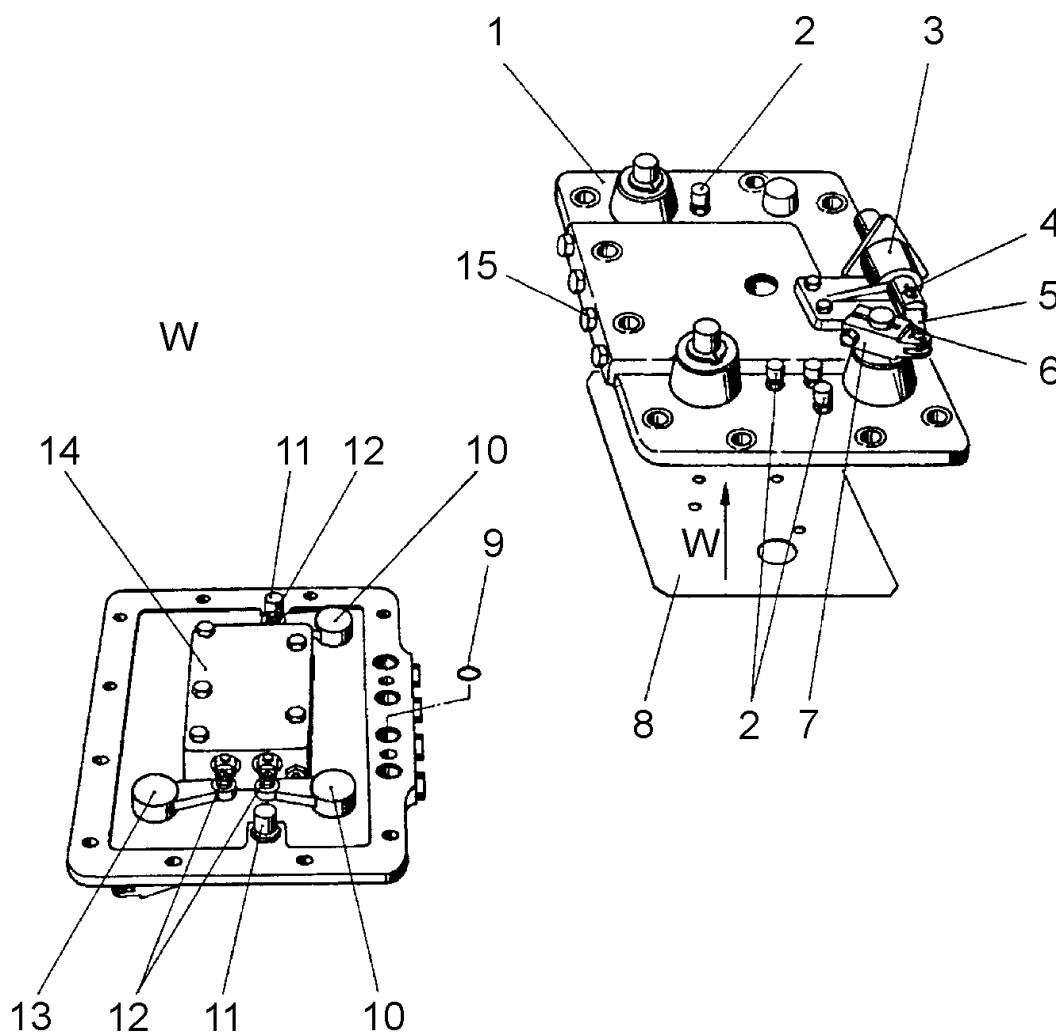

Рис. 7С.13. Крышка управления коробкой передач (вид сверху и снизу)
6. Выкрутить болты с пружинными шайбами и снять крышку (3, Рис. 7С.14.) пневмоцилиндра.
7. Из корпуса (1) пневмоцилиндра вынуть мембрану (4), шток (2), пружину (5) и уплотнительное кольцо (6).
8. Демонтировать рычаги (10 и 13, Рис. 7С.13.) (только при необходимости). С помощью круглогубцев 21.549.003 стянуть с рычагов (10) и (13) стопорные кольца. Снять шайбы и рычаги с крышки (1), затем вынуть уплотнительные кольца.